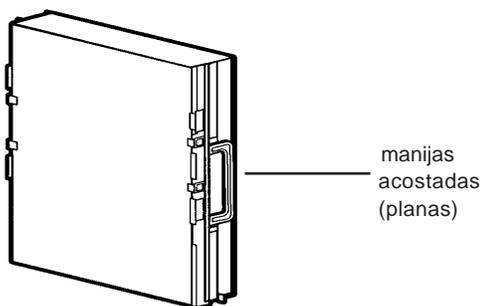

Figura 39
4. Cuando no exista más agua visible en las CELDAS COLECTORAS, reinstale las mismas dentro del gabinete del purificador de aire. Asegure to acostar las manijas en posición plana como se muestra en la Figura 39.